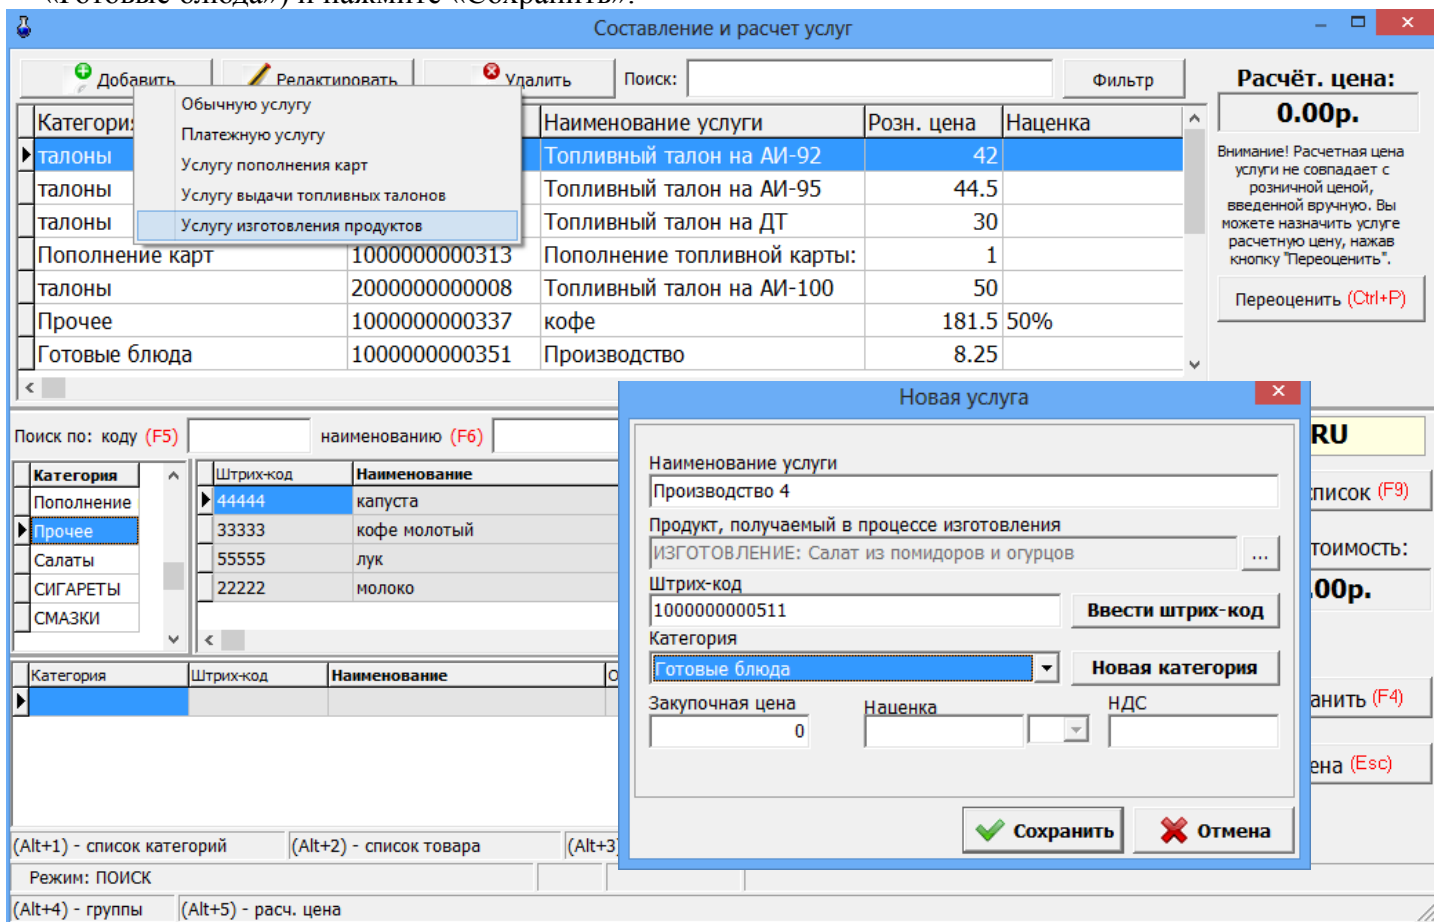

Рис.1
4. Добавьте в окне «Составление и расчёт услуг» услугу «Услуга изготовления продуктов» - например, «Производство» (рис.1). Выберите продукт, который будет получен в процессе изготовления, введите штрих-код (или сгенерируйте, нажав на кнопку «Введите штрих-код»), выберите категорию (или создайте новую) куда будут занесены произведенные продукты (например, «Готовые блюда») и нажмите «Сохранить».